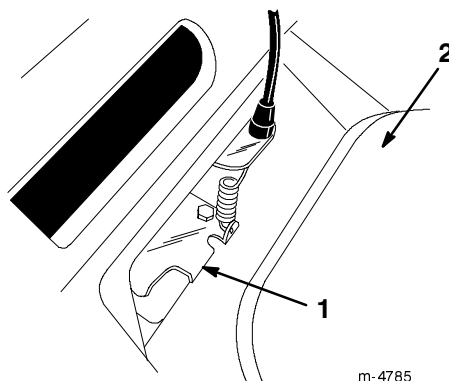

Figure 22
- Poussez sur la patte de guidage de la courroie jusqu'à ce qu'elle touche la tondeuse et maintenez-la en place (Fig. 22).